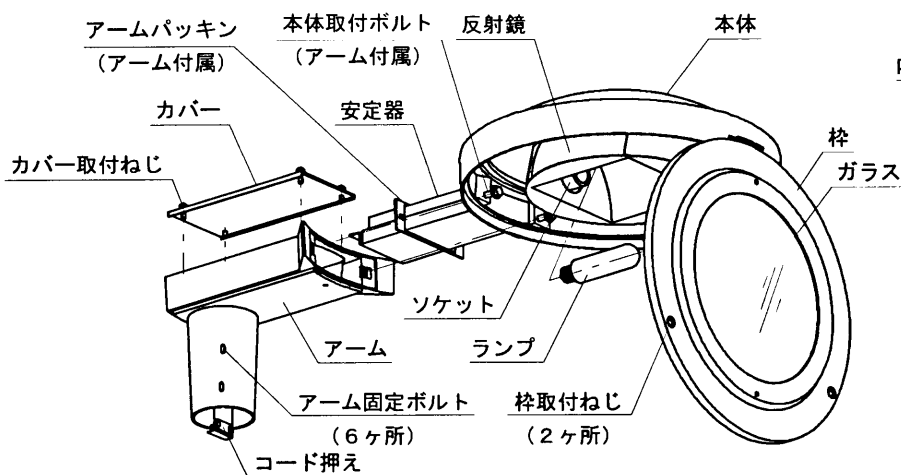

図 1
- ① 使用するボールの長さにあわせて電源電線・アース線を用意してください。
- ② アーム（別売）のカバー取付ねじを緩め、カバーを外してください。（図 1）
- ③ 本体の枠取付ねじを緩め枠を開けてください。（図 1）
- ④ 本体の安定器部分をアームパッキンとアームに挿し込み、本体をアームに固定してください。固定はアーム付属の本体取付ボルト（ワッシャー付）2本でしっかりと固定してください。その際アームパッキンを挟み込まないように注意してください。（図 1）
- ⑤ ランプをソケットにしっかりとねじ込んでください。（図 1）
- ⑥ 枠を本体にしっかりと枠取付ねじ2ヶ所で固定してください。（図 1）
- ⑩ アームにカバーをカバー取付ねじ4本で固定してください。（図 1）